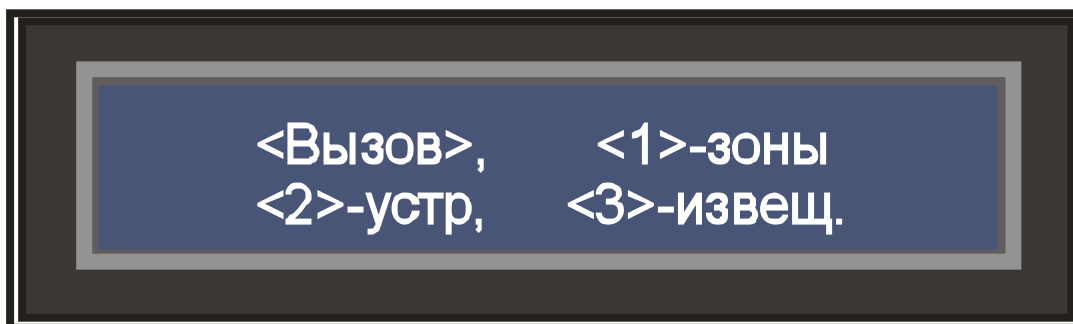

Рисунок 6 – Меню службы охраны
- 3) Предъявить пропуск «Служба охраны». На индикаторной панели включится подсветка, появится надпись «СОТРУДНИК СЛУЖБЫ ОХРАНЫ» и появится меню службы охраны (рисунок 6).
- 1) Предъявить пропуск «Служба охраны». На индикаторной панели включится подсветка, появится надпись «**СОТРУДНИК СЛУЖБЫ ОХРАНЫ**» и появится меню службы охраны (рисунок 6).